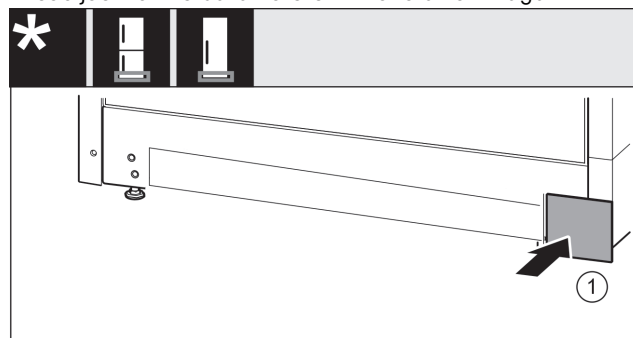

Fig. 18
- ▶ Uzlieciet atpakaļ pārsegu Fig. 18 (1) otrajā pusē.